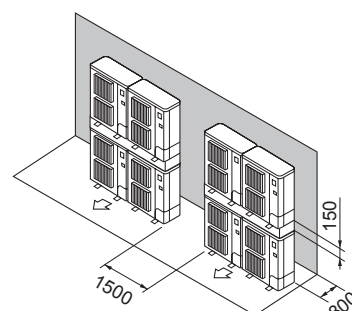

Fig. 2-18
- ⑦ Stabilede enheder arrangement (Fig. 2-18)